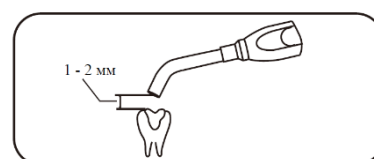

Рисунок 3
- 2) Удерживайте световод на расстоянии 1 - 2 мм от поверхности во избежание негативного влияния на результат. (Рисунок 3);